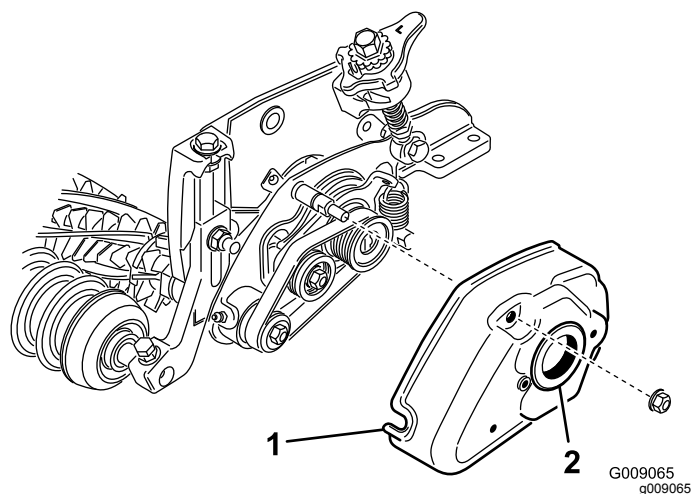

Figura 22
7. Instale a cobertura do rastelo e fixe-a com duas porcas flangeadas (5/16 pol.) (Figura 22).
8. Aplique massa lubrificante no diâmetro interior do olhal, na cobertura do mesmo (Figura 22).